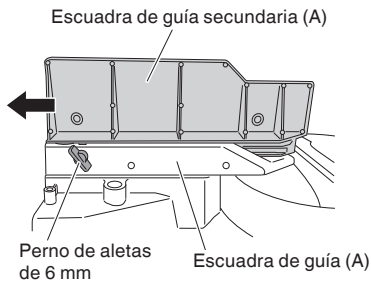

Fig. 10
Cuando corte en ángulo hacia la derecha, afloje el perno de aletas de 6 mm, luego deslice la guía auxiliar (A) hacia afuera y quítela, como se indica en la Fig. 10.
5. Confirmación para el uso de la escuadra de guía secundaria (B)